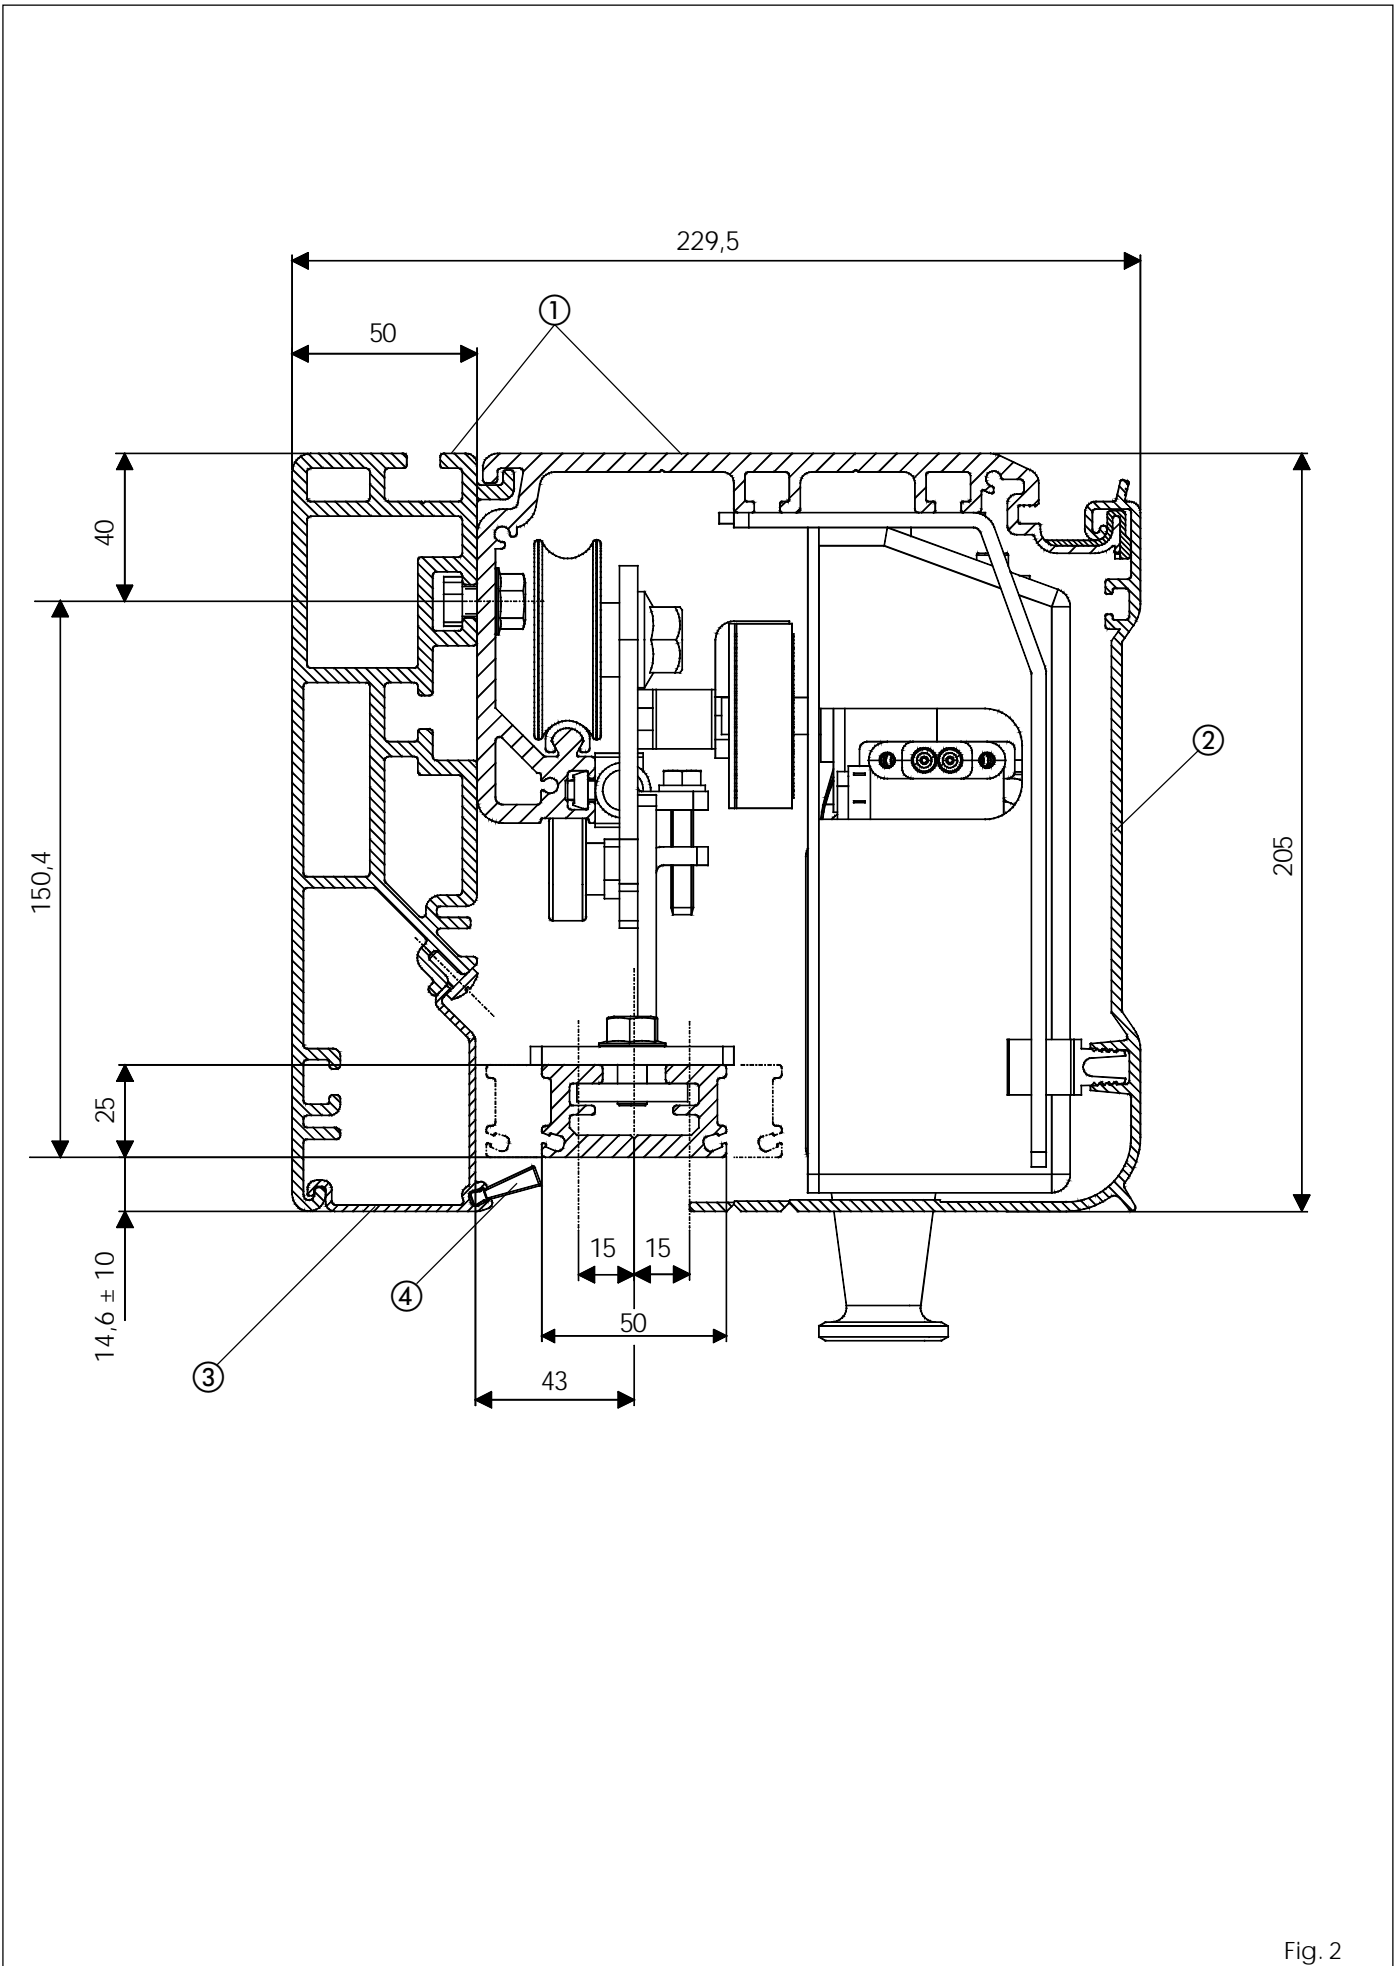

Fig. 2
### Profilo SM (fig. 2 rif. ①)